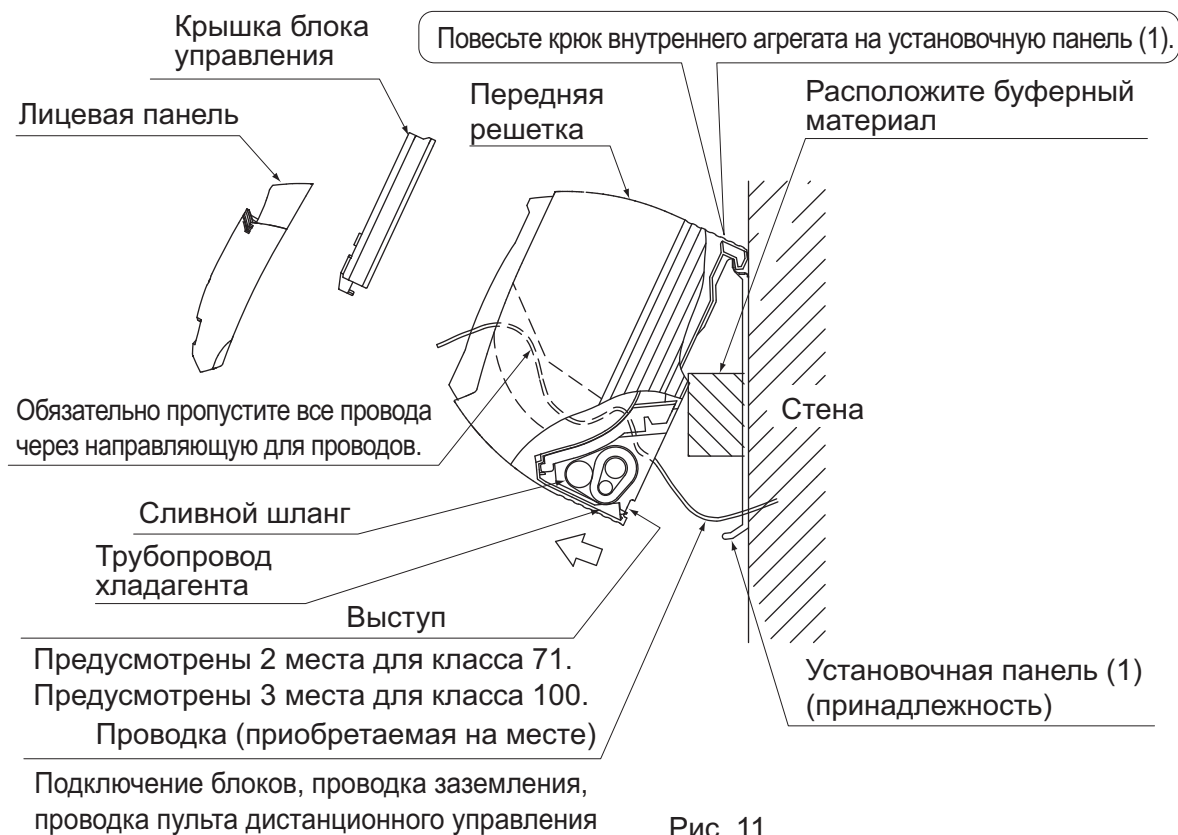

Рис. 11
(4) Повесьте внутренний агрегат на установочную панель. (См. рис. 11)
(7) Надавите на оба нижних конца внутреннего агрегата двумя руками и наденьте выступ на задней стороне внутреннего агрегата на установочную панель (1). (См. рис. 11)
- Одновременно уберите буферный материал, подставленный при выполнении действий по п. (3).